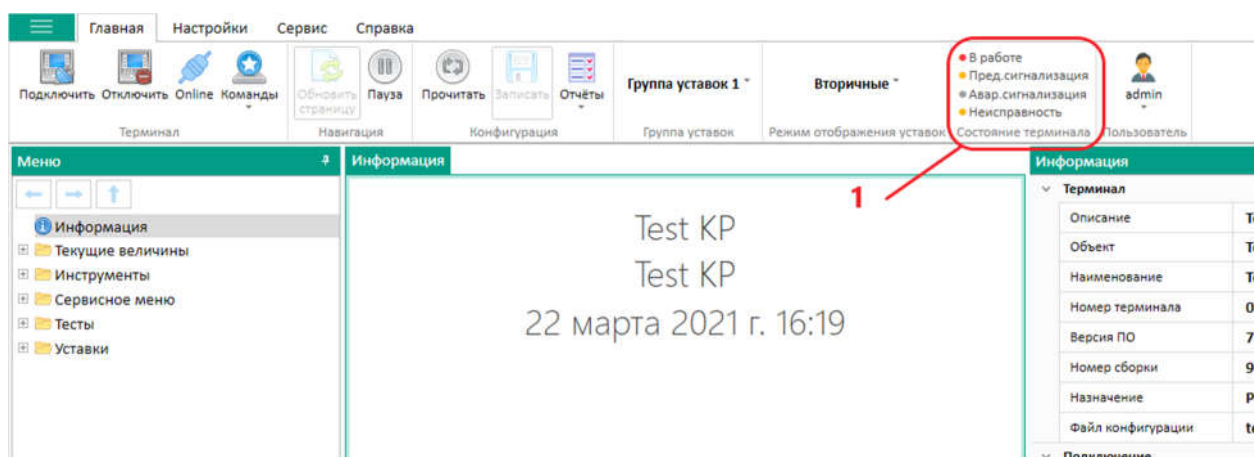

Рисунок 3 – Окно программы Smart Monitor
3.3.3 После подключения к терминалу (шкафу) на экране отображается стандартное окно программы. В верхней панели инструментов можно увидеть текущее состояние терминала (шкафа) (см. рисунок 3, поз. 1).